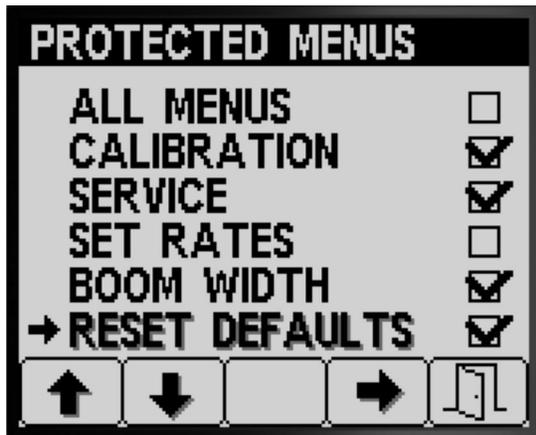

Figura 22
3. Prima os botões 1 ou 2 para navegar para a opção Menu para a qual pretende alterar a proteção com código PIN (Figura 22).
4. Prima o botão 4 para selecionar a opção Menu (Figura 22).
6. Prima o botão 5 para guardar essa definição, sair do ecrã MENUS PROTEGIDOS e voltar a ECRÃ (Figura 22).